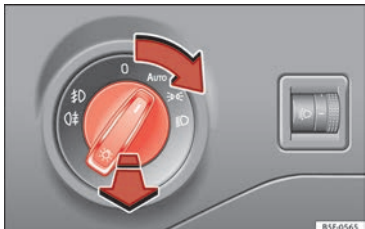

Fig. 36 Plancia portastrumenti: interruttore delle luci.
- Girare l'interruttore verso la posizione desiderata »» fig. 36.